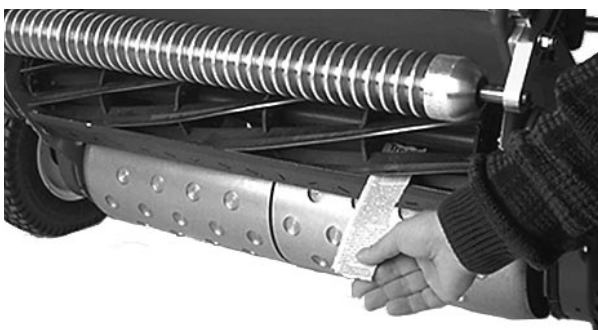

Fig. 5
3. Inserire una lunga striscia di giornale da un lato anteriore del cilindro, fra il cilindro e la controlama (Fig. 5). Fare girare lentamente il cilindro in avanti e nel contempo serrare la vite di regolazione della controlama (dallo stesso lato del cilindro), uno spigolo per volta, fin quando la carta non sia leggermente 'pizzicata' quando viene inserita dal davanti, parallela alla controlama, cosicché tirandola si nota una lieve resistenza (Fig. 4).
5. Dopo la regolazione verificare se il cilindro pizzica la carta quando viene inserita dal davanti e se la taglia quando viene inserita ad angolo retto rispetto alla controlama (Fig. 5). Si deve potere tagliare la carta con un minimo contatto tra controlama e lame del cilindro. Se la resistenza è eccessiva occorre effettuare la lappatura o affilare l'apparato di taglio fino ad ottenere il tagliente necessario per un taglio di precisione (vedi manuale di affilatura del cilindro Toro).